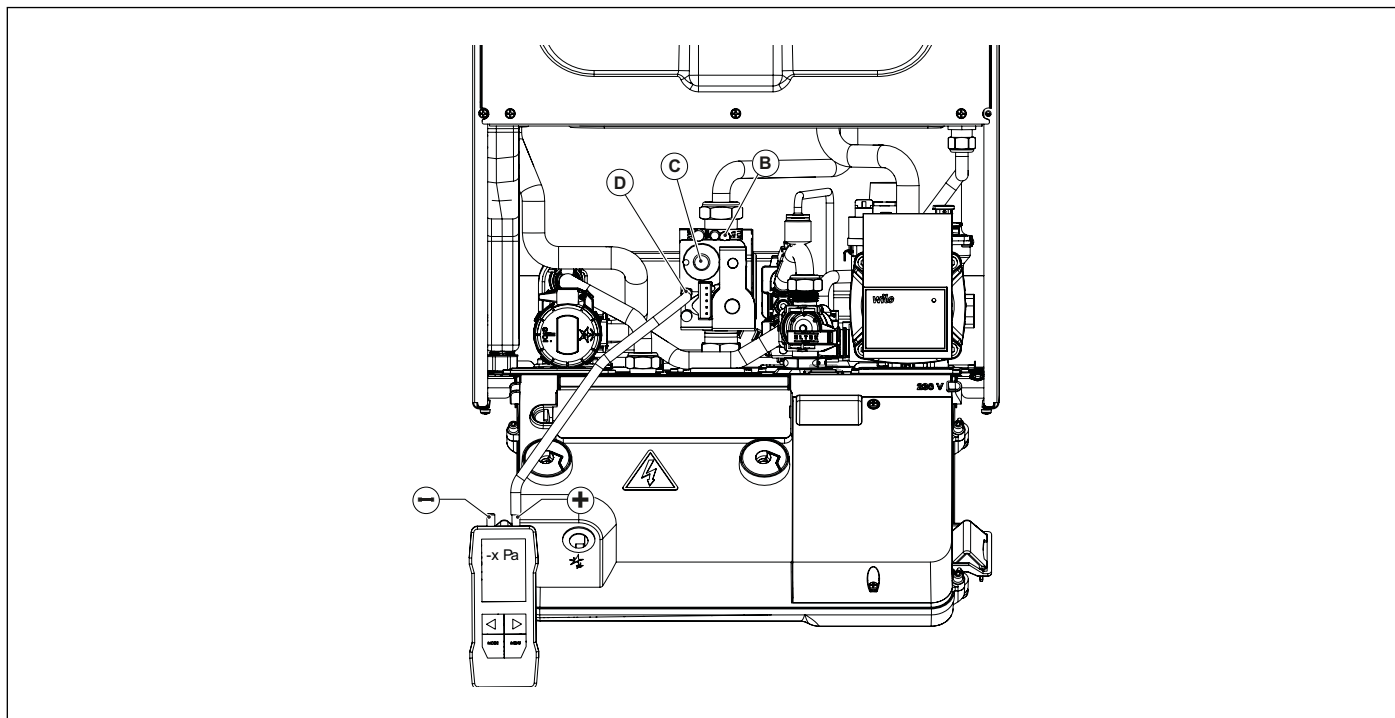

Fig. 46 Reglarea presiunii de offset
- Deschideți șurubul robinetului de presiune de offset **D** și conectați-l la intrarea pozitivă (*) a manometrului de presiune diferențială (a se vedea Fig. 46 Reglarea presiunii de offset).